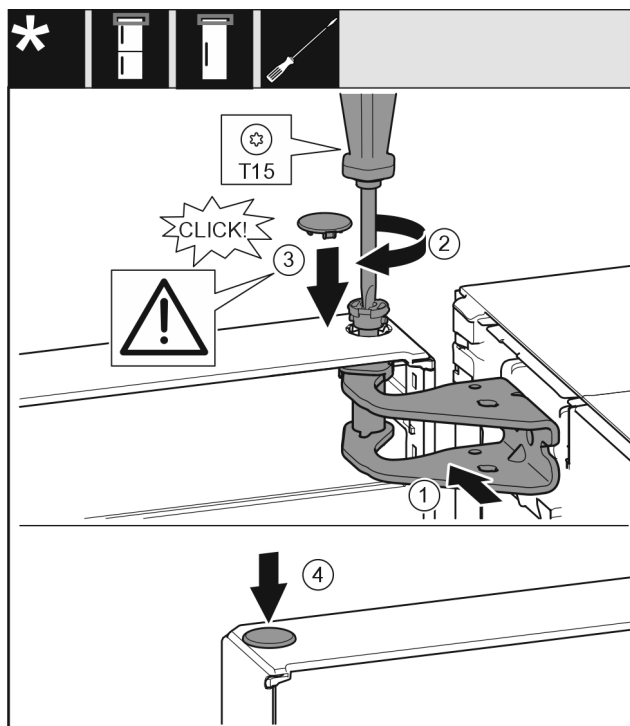

Fig. 27
- Dveře nahoře vyrovnejte s otvorem ve stojanu ložiska Fig. 27 (1).
- Vložte čep Fig. 27 (2) a pevně jej utáhněte šroubovákem.
- Nasad'te kryt Fig. 27 (3).
- Zkontrolujte, zda kryt Fig. 27 (3) doléhá na dveře.
- Nasad'te kryt Fig. 27 (4).